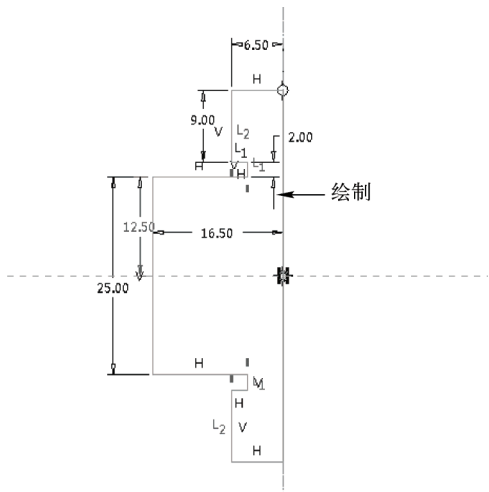

图 15-24 绘制草绘截面
STEP 04 弹出“草绘”对话框，选择“TOP”基准平面作为草绘平面，接受默认的草绘视图方向和参考，单击“草绘”按钮，进入草绘环境，单击“草绘”选项卡中的相应按钮，绘制草绘截面，如图 15-24 所示。